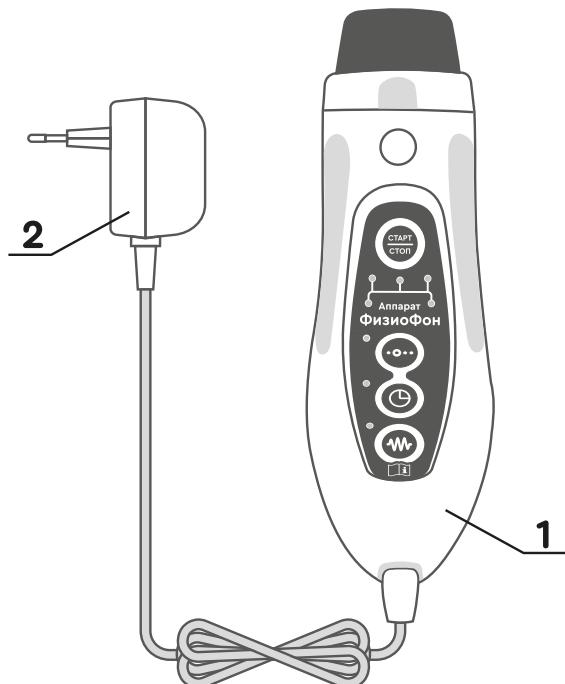

Рисунок 1
Конструктивно аппарат состоит из лечебного терминала (1) и источника питания (2), соединенных между собой неразъемным электрическим шнуром (рис. 1).